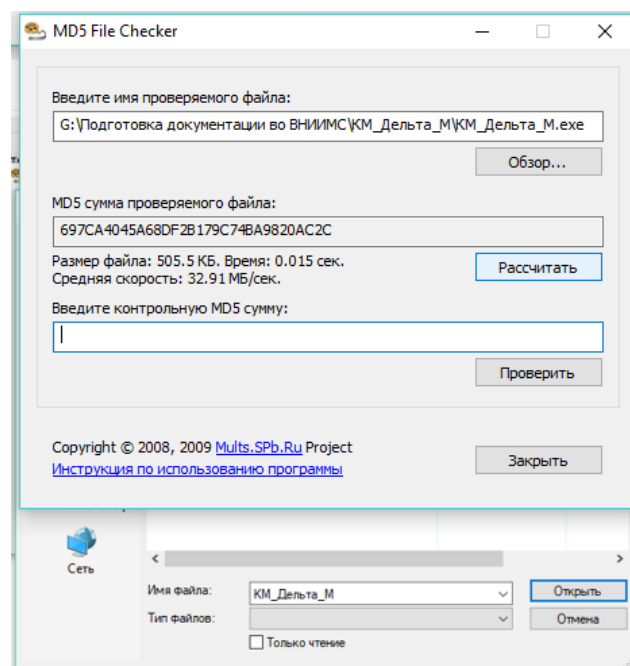

Рисунок 5
6.2.1.5 Ввести контрольную сумму (цифровой идентификатор) ПО ПТК КМ-Дельта 460.ПИЖМ.00254-01 из таблицы 3 формуляра ПИЖМ.421447.001ФО в строку «Введите контрольную MD5 сумму» (см. рисунок 5) и нажать кнопку «Проверить».